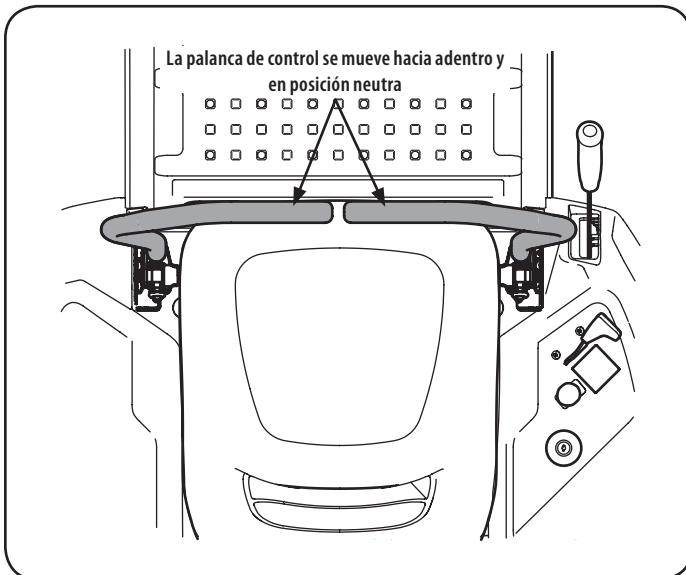

Figura 9
2. Coloque las palancas de control de transmisión del lado derecho y del lado izquierdo hacia adentro, en posición neutra. Consulte la Figura 9.